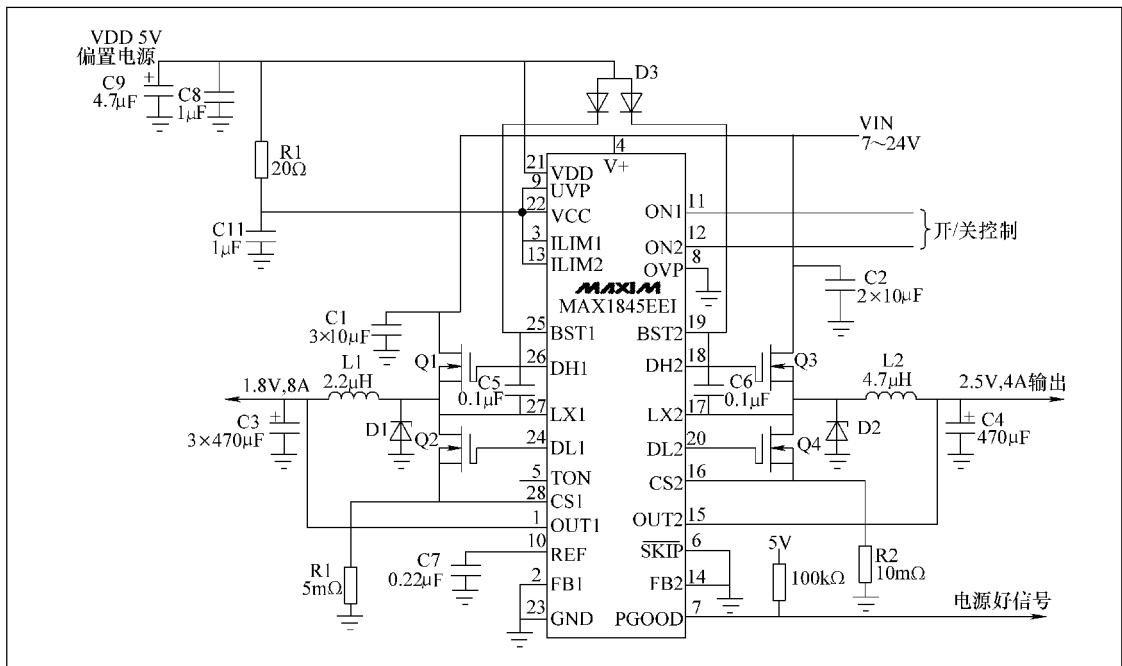

图 3-20 由 MAX1845 组成的内存供电典型应用电路
由 MAX1845 组成的内存供电典型应用电路如图 3-20 所示。在待机状态下，其⑳、㉑脚有 5V 的供电电压，④脚也有 16V 供电电压。当按下开机按键后，⑪、⑫脚输入来自开机